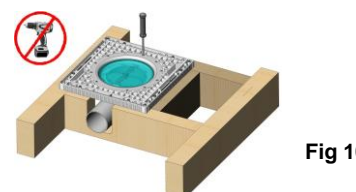

Fig 10
- Montera **FLEXI** brunn i monteringsplattan och anslut till avloppsrör, se Fig 10.